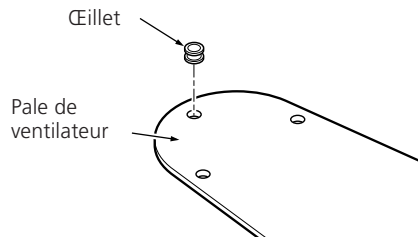

Figure 6a – Insertion des œillets dans la pale de ventilateur
1. Votre ventilateur peut comprendre des œillets de pale (voir la liste des pièces). S'il y en a, insérez-les à la main dans les trous comme indiqué à la figure 6a.